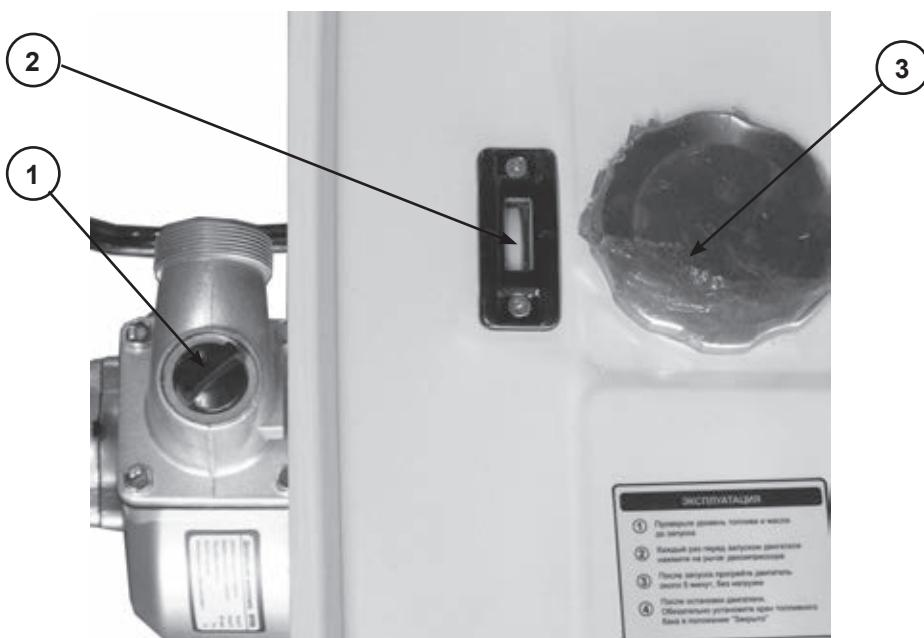

Рис.3
После этого отвернуть верхнюю пробку (1) рис.3 и залить через воронку чистую воду до полного заполнения внутренних полостей насоса, напорный рукав у патрубка при этом должен быть выше на 70—100 мм от корпуса насоса. Признаком полного заполнения является отсутствие выхода воздушных пузырьков из корпуса. Плотно от руки заверните пробку (1).